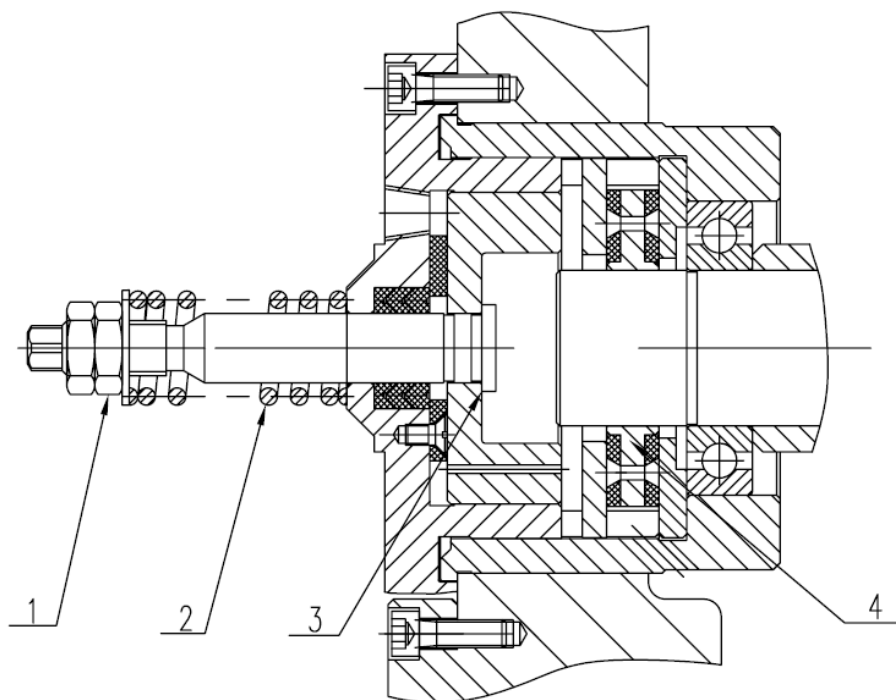

Рис. 18
10.2.3 В случае если главный электродвигатель работает (шестеренный насос работает), только рукоятка изменения скорости находится в среднем положении, можно повернуть шпиндель. Когда шпиндель запущен, электромагнитный клапан выключает поток масла под высоким давлением в тормозной цилиндр и масло, через проход возврата масла, разгружает цилиндр. В это время пружина сжатия 2 приводит в действие поршень 3, он отходит от вращающегося тормозного диска 4. (см. рис. 18). Таким образом, пружина сжатия 2 используется, чтобы управлять скоростью для поршня 3, отходящего от тормозного диска 4. Если усилие пружины большое, действие для поршня, нажимающего на тормозной блок, будет медленным; отход поршня, от тормозного диска будет быстрым. Если усилие пружины небольшое, ситуация противоположная.